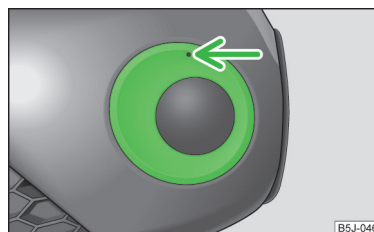

Abb. 162 Vorderer Stoßfänger: Roomster Scout
- In die Öffnung oberhalb des Nebelscheinwerfers » Abb. 162 den Drahtbügel » Seite 188, *Bordwerkzeug* einführen und die Abdeckkappe herausnehmen.